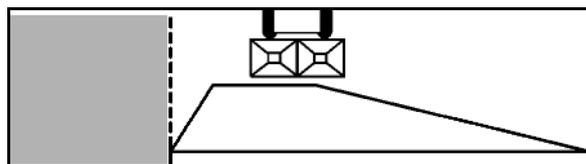

Fig. 61
1. Épandage en limite selon le décret concernant l'emploi des fertilisants (Fig. 61) :